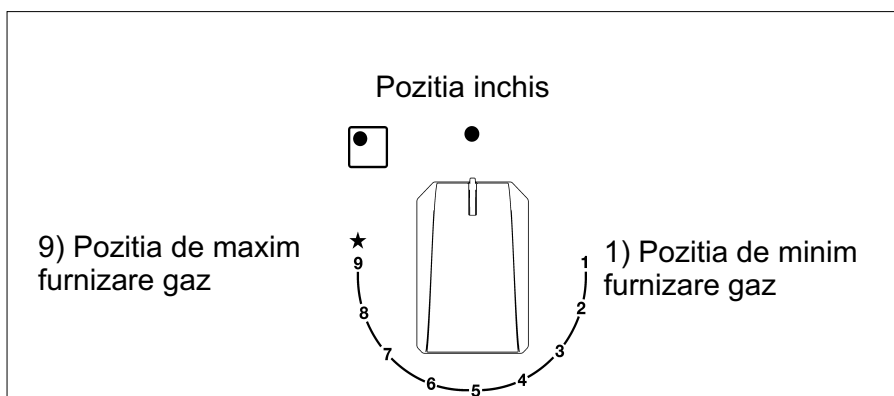

FIG. 17
Apasati si rotiti in sens antiorar butonul corespunzator arzatorului pe care doriti sa-l utilizati, aduceti-l pe pozitia de Maxim 9  (flacara mare, fig. 17), dupa care apasati butonul pana la fund robinetului este echipat cu o scară de 9 pozitii, cu fiecare clic, flacăra este redusă până când ajungeți în poziția 1, adică cantitatea minimă de gaz.
La arzatoarele dotate cu termocuplu de siguranta, trebuie sa se roteasca in sens antiorar butonul corespunzator arzatorului pe care doriti sa-l utilizati, sa-l aduceti pe pozitia de Maxim 9 (flacara mare, fig. 17) pana sesizati o mica oprire a acestuia, dupa care apasati butonul si repetati operatiile indicate anterior. Dupa aprindere mentineti butonul apasat circa 10 secunde.
- Cand incepe fierberea aduceti butonul in pozitia de Minim 1 (flacara mica, fig. 17).
- **aprinderea arzatoarelor cu termocuplu de siguranta se poate face doar daca butonul este pe pozitia de Maxim 9 (flacara mare fig. 17).**